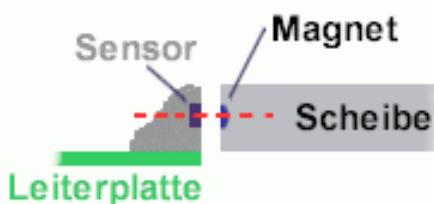

Abbildung 7 Korrekte Ausrichtung von Magnetring und Sensor.
- Dabei darauf achten, dass sich die Magnete in dem Magnetring auf Höhe des Sensors befindet, siehe Abbildung 7.